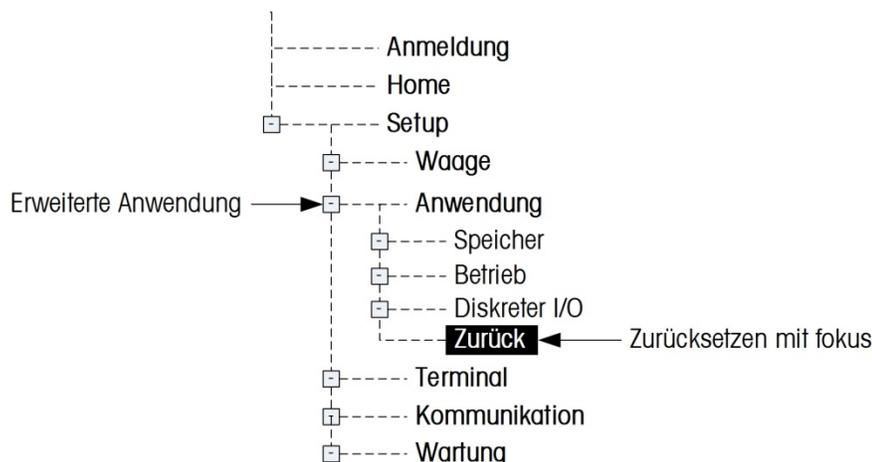

Abbildung 3-25: Setup-Menüstruktur –Zurücksetzen
1. Drücken Sie die Softkey SETUP.  Die Setup-Menüstruktur wird angezeigt (siehe Abbildung 3-25).